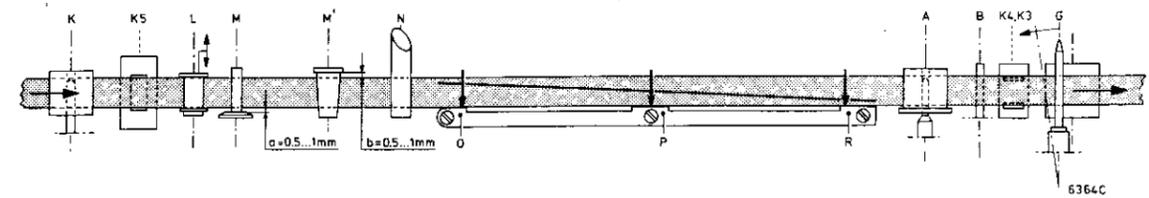

Fig. 35
Senkrecht-Einstellungen (siehe Abb. 35 und 36)
- Anmerkung: In Abb. 35 ist m wo auf den Nocken O, P und zu kontrollieren ist, ob das B richtig berührt.
- Das Trommellineal (mit Nocken O, P und R) wurde in der Fabrik genau eingestellt. Diese Einstellung darf nicht geändert werden (siehe Abb. 35).
b. Dynamische Einstellung (mit Band), siehe Abb. 35 und 36
- Überprüfen, ob Bandführung M niedrig genug eingestellt ist. Abstand a (siehe Abb. 35) muss $0,5...1$ mm betragen.
- Überprüfen, ob Bandführung M' hoch genug eingestellt ist. Abstand b (siehe Abb. 35) muss $0,5...1$ mm betragen.
- Anmerkung: In Abb. 35 ist mit Pfeilen angegeben wo auf den Nocken O, P und R mit dem Spiegel zu kontrollieren ist, ob das Band die Nocken richtig berührt.